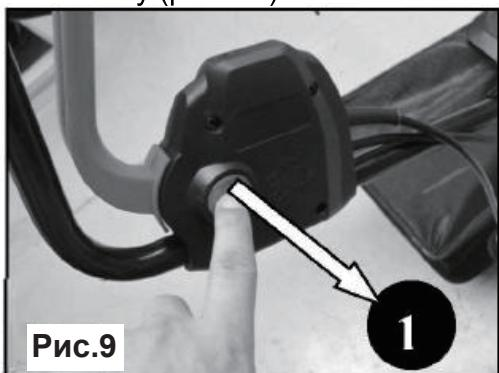

Рис.9
- Нажмите и удерживайте кнопку запуска (1). (рис. 9)